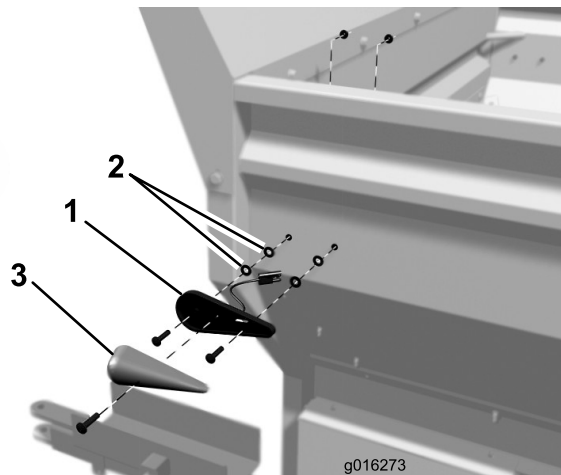

Figura 2
3. Sujete un soporte de intermitente en el lateral de la tolva con 2 tornillos para metales de 1/4 x 1 pulgada, 4 arandelas de 0,281 x 0,625 y 2 tuercas con arandela prensada de 1/4 pulgada. Coloque los componentes según se muestra en Figura 2. Coloque 2 arandelas sobre cada tornillo y asegúrese de que están colocadas entre el soporte del intermitente y la tolva.
4. Sujete la lente del intermitente al soporte con un tornillo (Figura 2). Repita el procedimiento en el lado derecho de la tolva.